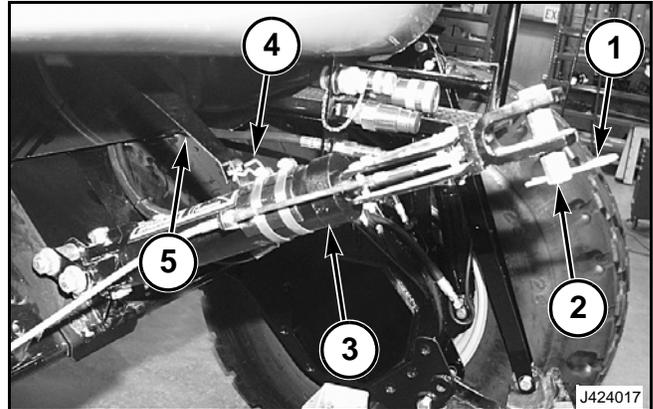

FIG. 7
FIG. 7: Quite la horquilla (1) del pasador de horquilla (2). Quite el pasador de horquilla de la horquilla en el extremo exterior del cilindro de ángulo del cabezal (3).